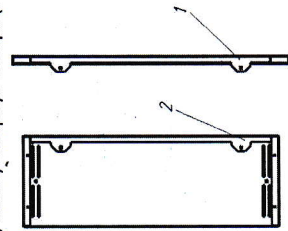

Рисунок 2 – Монтаж рамки
- 8.6 Для навесного шкафа - закрепить шкаф на стене, используя крепежные отверстия в задней стенке шкафа. При монтаже встроенного шкафа выставить шкаф в нишу, обеспечивая равномерный зазор. Зафиксируйте шкаф в нише, заполнив зазор между корпусом шкафа и стенками ниши строительным раствором или другим способом, обеспечивающим жесткое надежное крепление, не деформирующим корпус шкафа. Вставьте рамку (Рисунок 2, поз.1) в корпус шкафа (Рисунок 2, поз.2).